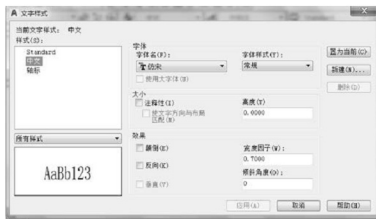

图 3.7 中文字体样式的设定
(3) 如图 3.7 所示,选择字体“T 仿宋”,【宽度因子】改为“0.7000”,高度为“0.0000”,然后单击【应用】按钮后关闭对话框。